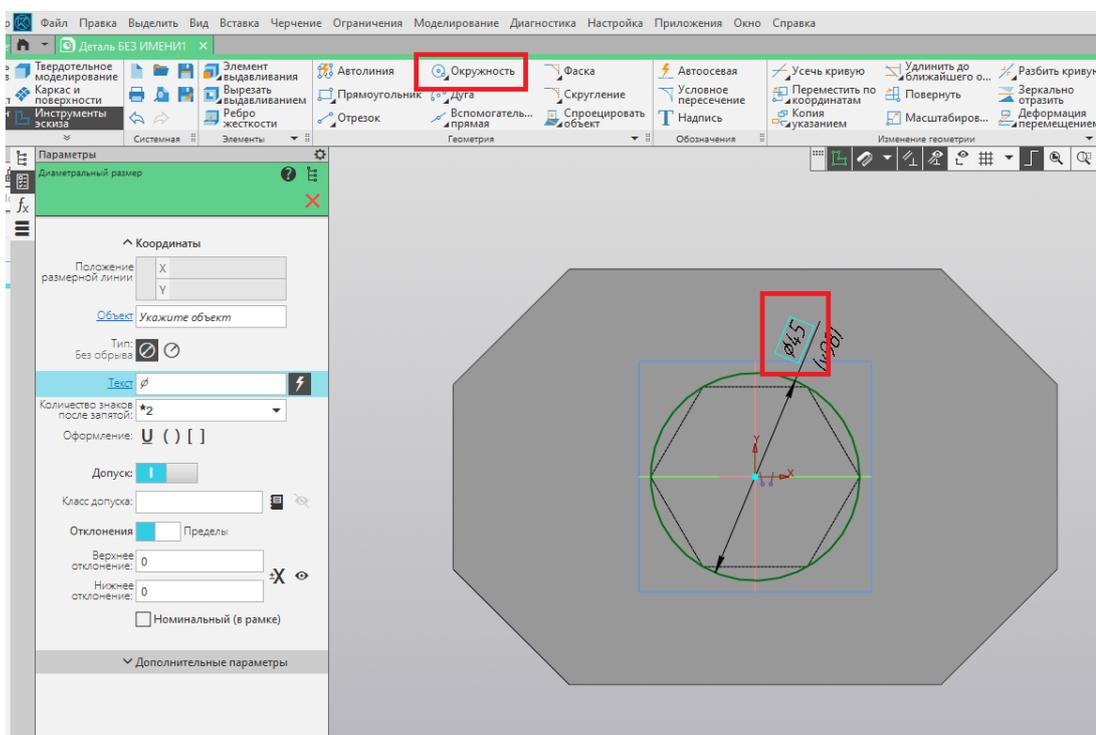

Рис. 94
22. При помощи команды «Окружность» создаём окружность диаметром 45 мм с центром в начале координат (рис. 94).